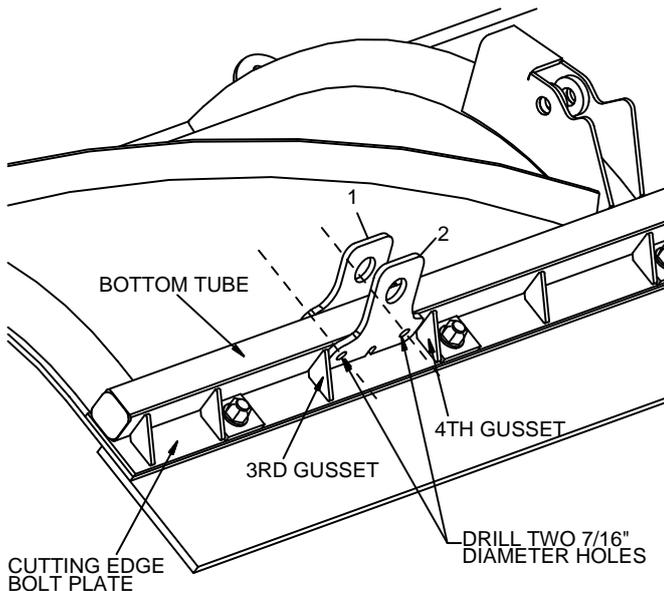

Bild 1. Lage der Bohrlöcher
- 1) Legen Sie die Schild Platte (4) mit der Vorderseite nach vorne auf den Boden.
- 2) Setzen Sie die untere Halteplatte (2) auf die Unterseite des Vierkant Rahmens des Pfluges. Die Halteplatte sollte ganz am Pflug anliegen. Setzen Sie die Halteplatte (2) zwischen die dritte und vierte Strebe. Siehe Bild 1.
- 3) Setzen Sie die obere Halteplatte (1) auf die Oberseite des Vierkant Rahmens des Pfluges. Die Halteplatte sollte ganz am Pflug anliegen. Richten Sie beide Platten aufeinander aus und klemmen Sie sie fest.
- 4) Bohren Sie zwei 12mm Löcher in den unteren Vierkant durch die existierenden Löcher in der unteren Pflug Schuh Halterung (1). Siehe Bild 1.